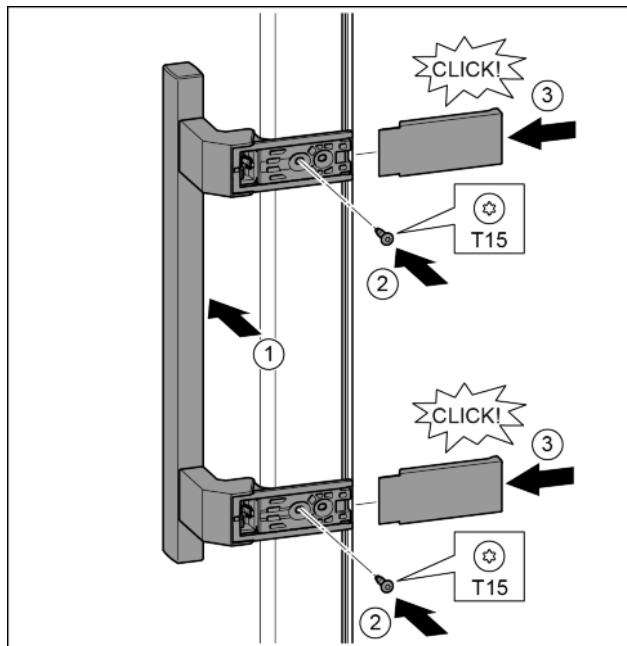

Fig. 39
- ▶ Applicare la maniglia sul lato opposto. *Fig. 39 (1)*
- ▶ Serrare le viti con il cacciavite T15. *Fig. 39 (2)*
- ▶ Applicare le coperture lateralmente e inserirle spingendo. *Fig. 39 (3)*